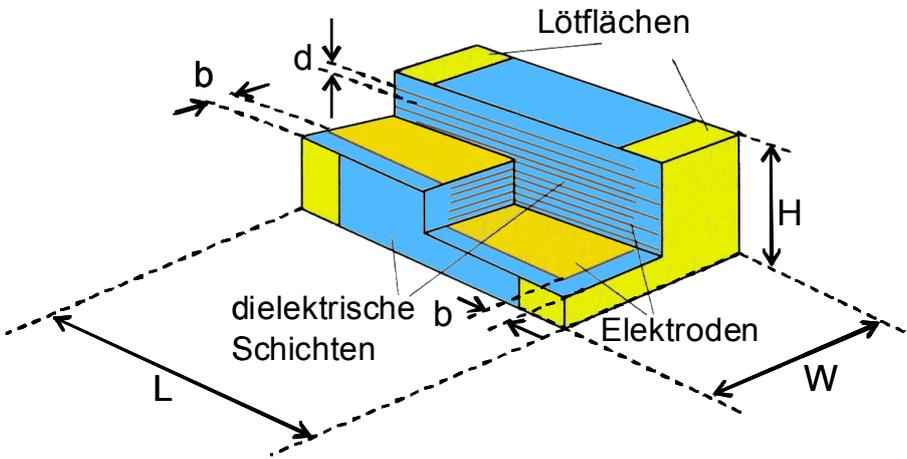

Bild 1
e) Welche thermische Energie  $\Delta E$  wird im stationären Betrieb pro Sekunde durch die Wärmeleitung entlang des Ni-Drahtes an den isothermen Block (aus Bild 1) abgeführt? Nehmen Sie hierbei vereinfachend an, dass die Temperatur im Draht linear mit der Länge abfällt und die elektrische Leitfähigkeit des Metalls linear mit der Temperatur abnimmt. (3 Punkte)
Es soll ein keramischer Vielschichtkondensator (Bild 1) entworfen werden.